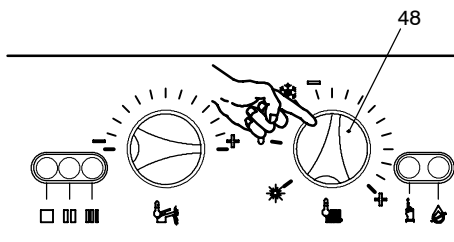

fig. 8.8
- 16 Assicurarsi che il selettore di funzione 48 sia ruotato come in fig. 8.8